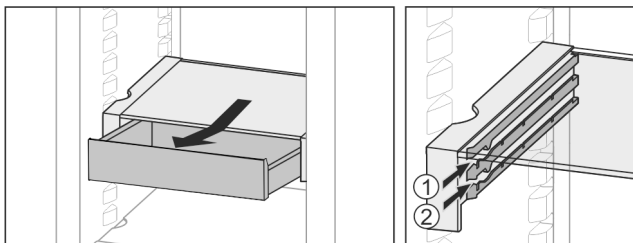

Fig. 39
- ▶ Вставити на будь-якій висоті Fig. 39 (1) або Fig. 39 (2).